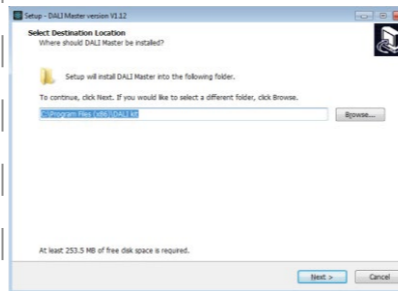

Figura 3 Percorso di installazione
**Passaggio 3:** selezionare il percorso di installazione come mostrato nella Figura 3.